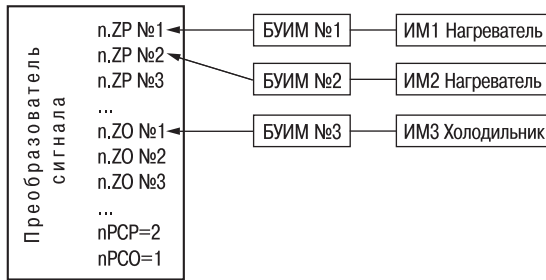

Рис. 11
**Пример.** Пусть имеется система из трех ИМ: двух Нагревателей и одного Холодильника. Пусть Нагреватели подключены к БУИМ №1 и №2, а Холодильник – к БУИМ №3. Тогда в папке **Преобразователь сигнала**, к которому следует подключить эти ИМ, в параметре **n.ZP1** надо указать «*БУИМ 1*», в **n.ZP2** – «*БУИМ2*», в **n.ZO1** – «*БУИМ 3*». В параметре **Количество БУИМ типа Нагреватель (nPCP)** – задать 2, в **Количество БУИМ типа Холодильник (nPCO)** – 1. Схема конфигурирования МВУ8 для управления данной системой представлено на рис. 11.